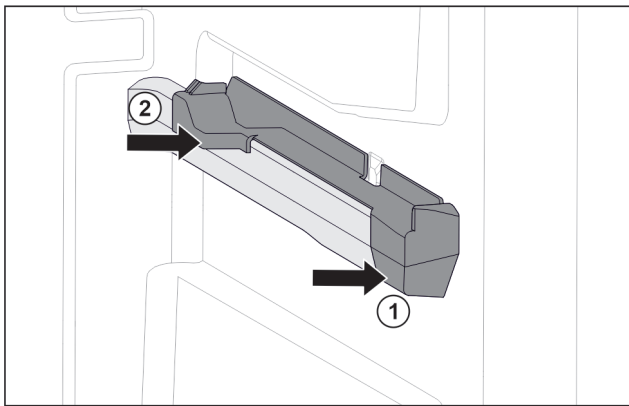

Fig. 75 Наставка върху дясното ребро на съда
- ▶ Поставете наставката отпред към реброто на съда. Fig. 75 (1)
- ▶ Притиснете наставката отзад. Fig. 75 (2)